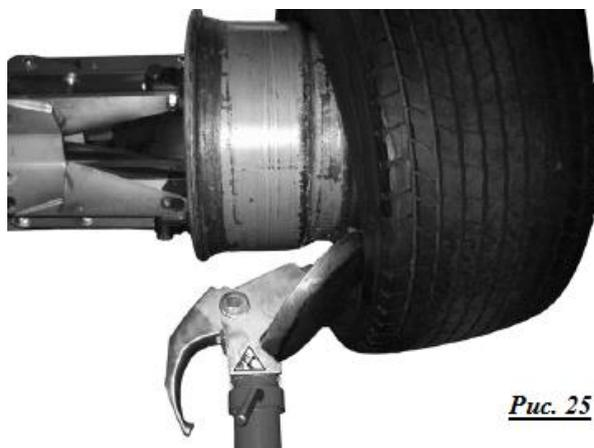

Рис. 25
1. Если колесо не создает особых проблем, продолжение бортирования полностью вытеснит покрышку из обода. Внутренний борт, подталкиваемый диском, будет давить на внешний, до тех пор, пока покрышка не будет полностью удалена (см. рис. 25).